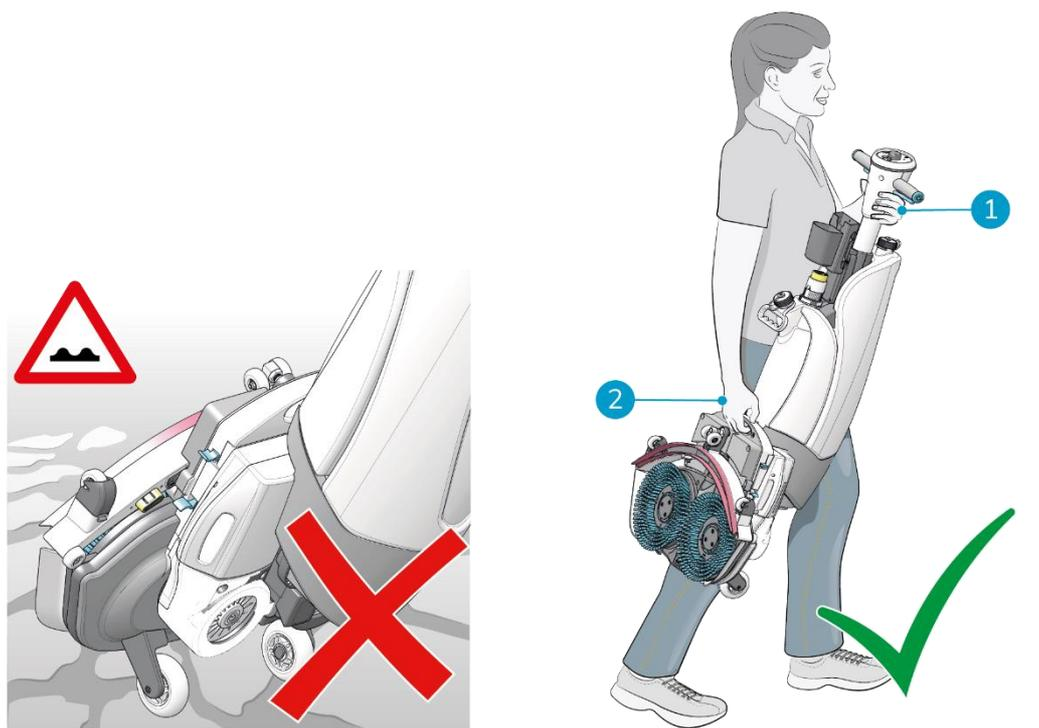

Figura 7
2. Transportar a i-mop XXL Pro com uma mão (Figura 7, pos. 2) enquanto segura a pega com a outra mão (Figura 7, pos. 1).